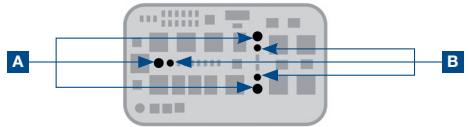

Abbildung 7
Positionierstifte (B) mit geeignetem Werkzeug bis zum Anschlag nach unten drücken. Die drei Schrauben („A“ in Abbildung 7) festziehen